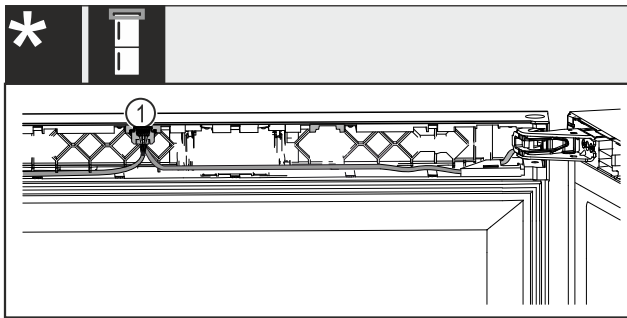

Fig. 63 Kombinált borhűtő-fagyasztókészülékek*
- ▶ Pattintsa be a dugót Fig. 63 (1) a vezetősínbe.* Minden készülékhez: